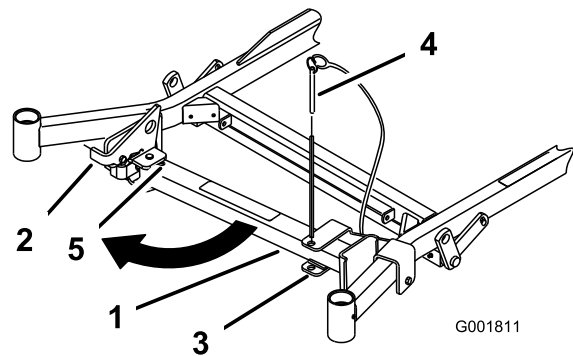
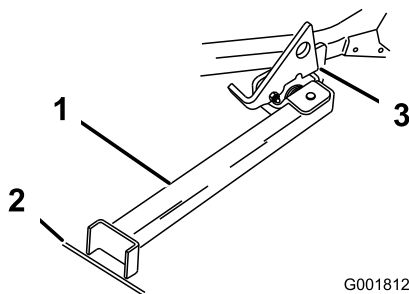

Bild 34
Bild 35
2. Nehmen Sie den Halterungsstift ab (Bild 34).
3. Heben Sie den Riegel an. Drehen Sie den Ständerfuß nach vorne heraus und schieben Sie den Ständer zur Maschine in den unteren Schlitz (Bild 34 und Bild 35).
- Stellen Sie den Fuß auf den Boden und lassen Sie den Riegel auf der Drehtasche aufliegen (Bild 35).
Hinweis: Stellen Sie den Ständerfuß am besten in Risse auf Gehwegen oder in der Rasenfläche (Bild 35).
- Fahren Sie auf den Stand auf. Halten Sie an, wenn der Riegel über die Lasche in die arretierte Stellung einrastet (Bild 35). Stellen Sie nach dem Auffahren auf den Stand die Feststellbremse fest und stellen Sie den Motor aus.
- Stellen Sie den Ständer wieder in die Ruhestellung (Bild 34).